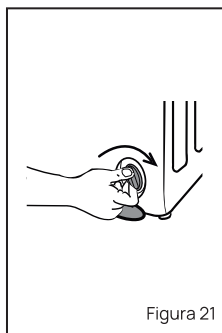

Figura 21
- Una vez limpio, colocarlo en su sitio enroscando en sentido horario, hasta su tope. Ver figura 21
Ver figura 21